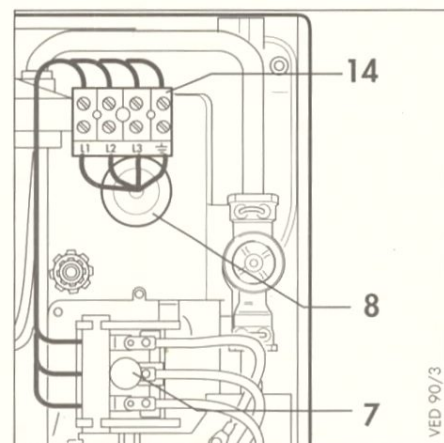

Abbildung 6.1
(Abbildung 6.1) ist die Scherbelwand für die Kabeleinführung (8) auszubrechen. Das Anschlußkabel ist mit der beiliegenden runden Schutztülle abzudichten und die Leitungen L1 ... L3 sowie der Schutzleiter $\oplus$ sind an die Klemmleiste (14) anzuschließen.
Legende zu Abbildung 6.1 und 6.2